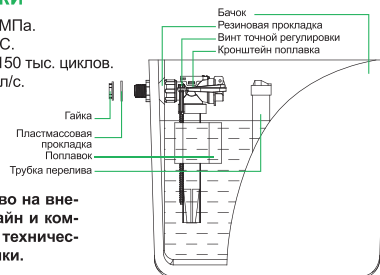

Рис. 1
3. Проверьте, чтобы поплавок свободно перемещался и не задевал стенки бачка (рис. 1).
**Уровень воды соответствует верхнему краю поплавка (рис. 1), он должен быть на 2–4 см ниже трубки перелива воды.**